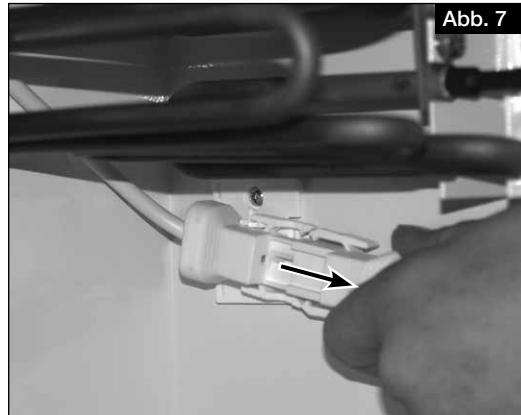

Abb. 7
2. Anschlussstecker der Elektro-Vorheizung abziehen (s. Abb. 7).